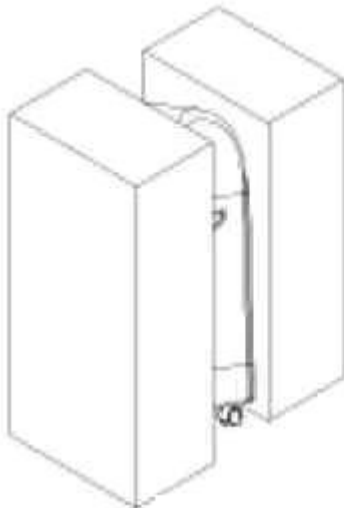

Fig. 8
5. Mantenga un espacio mínimo de 6 pulgadas alrededor de la unidad. (Fig. 8)